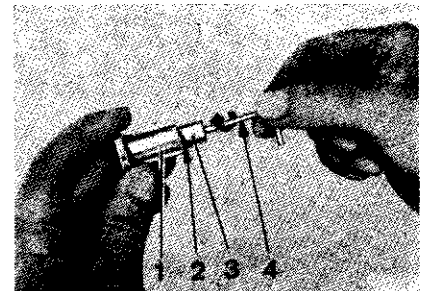

Fig. 15. — Blocage du piston
Installer le ressort (5) et le piston (6) dans le poussoir (3) en plaçant l'ergot (4) dans la rampe hélicoïdale et bloquer le tout au moyen d'une clé Allen de 1/8" (fig. 15).